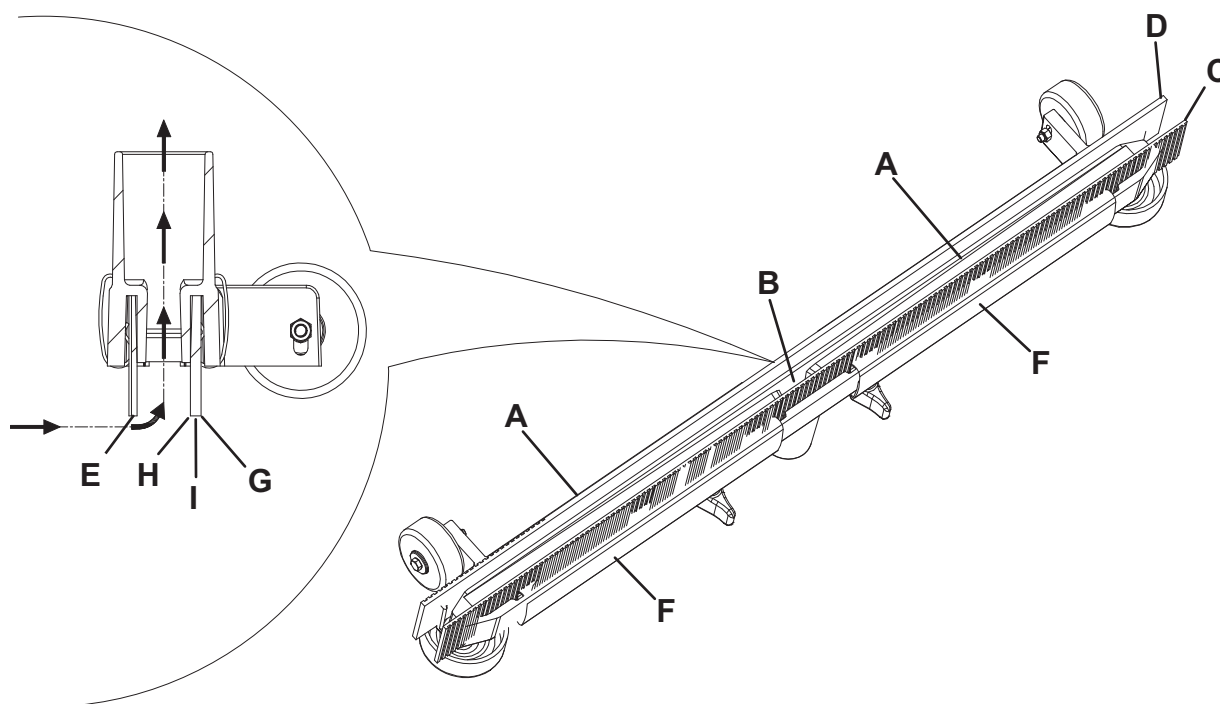

Figure 6
3. Baisser l'embouchure au moyen du levier (19).
4. Déconnecter le tuyau d'aspiration (22) de l'embouchure.
5. Desserrer les boutons (12) et déposer l'embouchure (11).
6. Laver et nettoyer l'embouchure, en particulier éliminer toute trace de saleté et débris des compartiments de convoyage (A, Fig. 6) et de l'orifice d'aspiration (B).
7. Contrôler que la lamelle en caoutchouc avant (C) et la lamelle en caoutchouc arrière (D) sont intactes et qu'elles ne présentent pas de coupures ou déchirures ; dans le cas contraire, les remplacer (voir la procédure au paragraphe suivant).
2. Contrôler que les bords de la lamelle en caoutchouc avant (E, Fig. 6) et de la lamelle en caoutchouc arrière (I) se posent simultanément sur un plan, en toute leur longueur ; dans le cas contraire, régler leur hauteur en procédant comme suit :
- régler la lamelle en caoutchouc avant (C) et la lamelle en caoutchouc arrière (D) après avoir déposé les pinces d'accrochage (F) ;
3. Contrôler que la lamelle en caoutchouc avant (C) et la lamelle en caoutchouc arrière (D) sont intactes et qu'elles ne présentent pas de coupures ou de déchirures ; dans le cas contraire, les remplacer en procédant comme suit. Contrôler aussi que l'arête de la lamelle en caoutchouc arrière (H) n'est pas usée ; dans le cas contraire, renverser la lamelle, en remplaçant l'arête usée avec l'autre arête (G), si elle est encore intacte. Si l'autre arête est usée, remplacer la lamelle en caoutchouc, en procédant comme suit :
- remplacer (ou renverser) la lamelle en caoutchouc arrière (D) après avoir déposé les pinces d'accrochage (F) ;
4. Remonter l'embouchure (11) et serrer les boutons (12).
5. Connecter le tuyau d'aspiration (22) à l'embouchure (11).